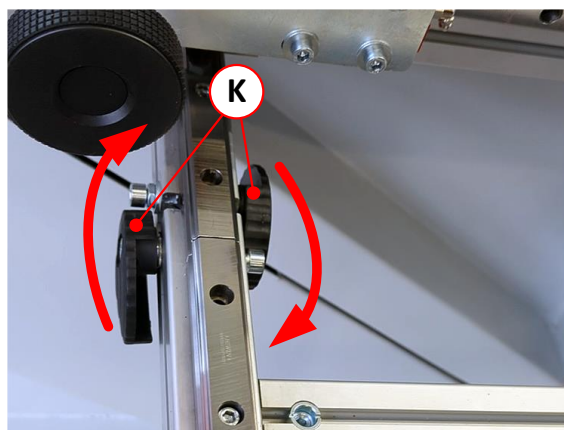

Figure 14 : molettes de serrage
8. Fixez l'élément séparé à l'élément fixe en verrouillant les deux molettes de serrage (K) sur les côtés gauche et droit de l'élément en les faisant pivoter dans le sens de la flèche indiquée (⇒ Figure 14).
Remarque : Les étapes 9. à 11. suivantes ne doivent être exécutées qu'une seule fois (lors de la première mise en place). Ensuite, le démontage et le montage (pour le remplacement de la lame de scie) s'effectuent entièrement sans outil en ouvrant/fermant les verrouillages par les molettes de serrage (K) qui se trouvent sur les côtés des guides (voir ⇒ Figure 14).